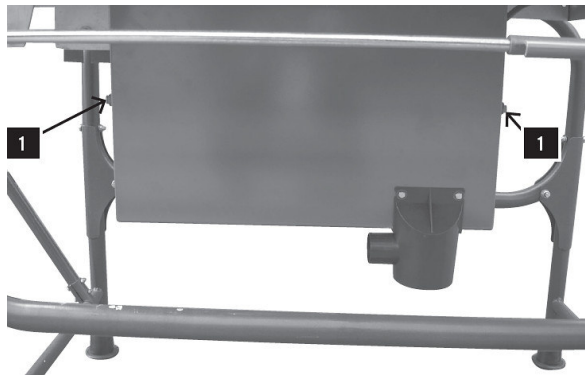

Abb. 22: Schrauben der Sägeblattabdeckung lösen
Schritt 4: Spannmutter (M20, Linksgewinde) lösen, mit Konterschlüssel gegenhalten (Abb. 22).